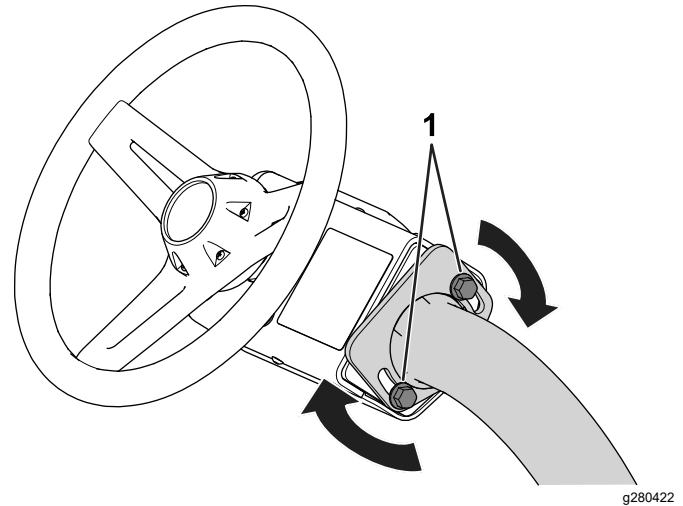

Figura 26
1. Slăbii uruburile (Figura 26) care fixează ansamblul volanului pe braul de direcție.
3. Strângeți uruburile (Figura 26) pentru a fixa ansamblul volanului în poziia ajustată.